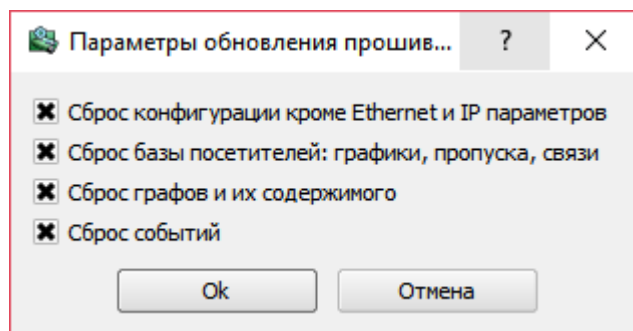

Рисунок 18
7. Выбрать файл с прошивкой и нажать «Открыть». Появится окно параметров прошивания (рис. 18). Выбрать все параметры и нажать «ОК».